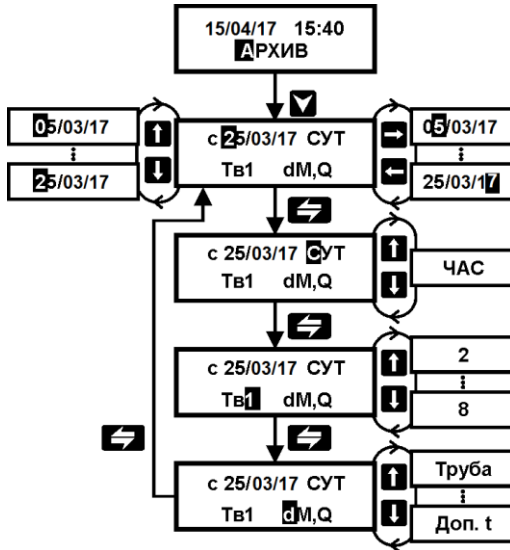

Рисунок 19 – Последовательность действий по просмотру архивной информации
1. Установить кнопками  или  пункт меню 1–ого уровня АРХИВ (рисунок 19);